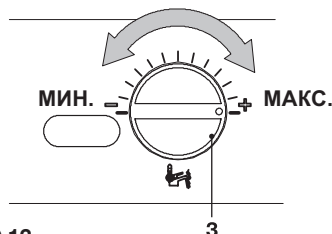

Рисунок 9.12
- Тепловую мощность отопления можно регулировать при помощи регулятора температуры воды в системе горячего водоснабжения 3 (Рисунок 9.12).